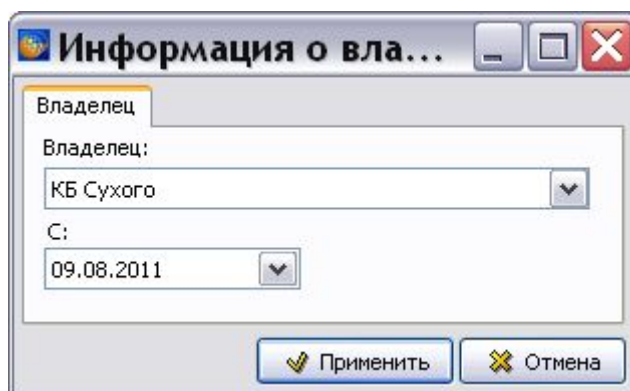

Рис. 2.152
- Для ввода владельца экземпляра изделия нажмите на кнопку Сменить/задать справа от поля **Владелец**. В окне **Информация о владельце** выберите из выпадающего списка название организации и нажмите на кнопку **Применить** (Рис. 2.152). Если ввод владельца недоступен, то нужно ввести название организации в список клиентов. Для этого выйдите из редактора справочников, нажмите на кнопку **Список клиентов**  и добавьте название организации.